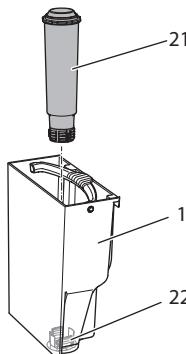

Fig. 15: Vissage/dévissement du filtre à eau
- Retirer la cartouche filtrante à eau (voir Fig. 15 à la page 67).
- 9. Mettre un nouveau filtre en place dans le réservoir d'eau (voir Fig. 15).
3. Retirer le filtre à eau (voir Fig. 15).